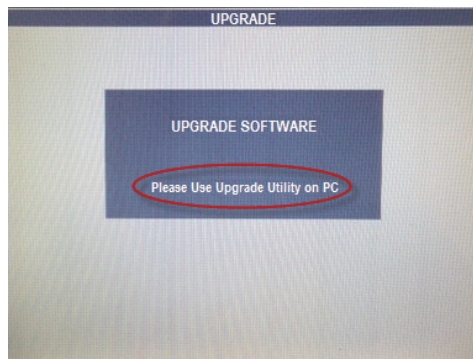

**Figura 6-9 Menu UPGRADE (Atualizar)**
4. Pressione a tecla C para selecionar o menu **UPGRADE** (veja Figura 6-9 na página 313).